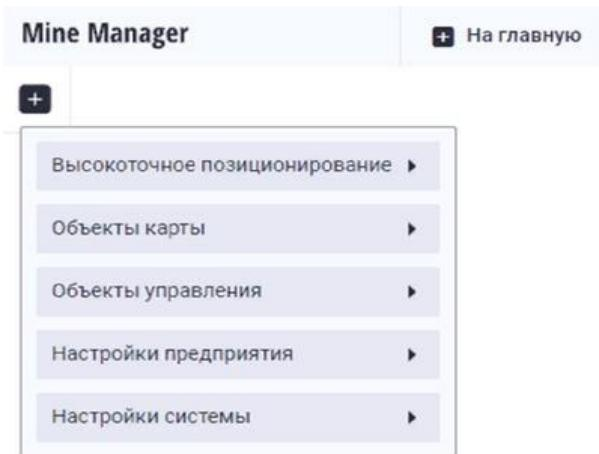

Рис. 36. Открыть таблицу
Для отображения/изменения таблицы нажмите на кнопку открыть таблицу (см. рис.36), затем из выпадающего списка выбрать необходимую. Более детальное описание таблиц в разделе Меню редактора.
- Ввести требуемое значение или выбрать из списка предложенных (см. рис. 36)